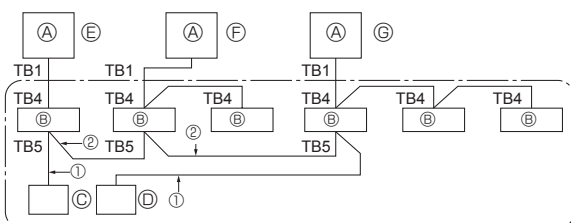

Fig. 9-1
- Poiché l'unità si ferma automaticamente circa due o tre minuti dopo il recupero del refrigerante (LED1 e LED2 sono accesi), accertarsi di chiudere velocemente la valvola di arresto del gas. Quando i LED1 e LED2 sono accesi e l'unità esterna è bloccata, aprire completamente la valvola di arresto del liquido e ripetere la fase ② dopo tre minuti.
9. Controllo del sistema (Fig. 9-1)